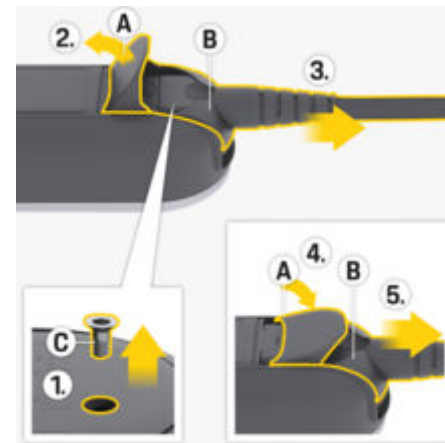

Fig. 13: allentamento del cavo di rete
1. Allentare la vite **C** (Fig. 13) con un attrezzo idoneo.
2. Aprire completamente lo sportello **A** (Fig. 13).
- Estrarre il connettore **B** (Fig. 13) fino ad avvertire una prima resistenza.
- Chiudere lo sportello **A** (Fig. 13) di circa 15 gradi (lo sportello può poggiare sul connettore **B** (Fig. 13)).
- Estrarre completamente il connettore **B** (Fig. 13).